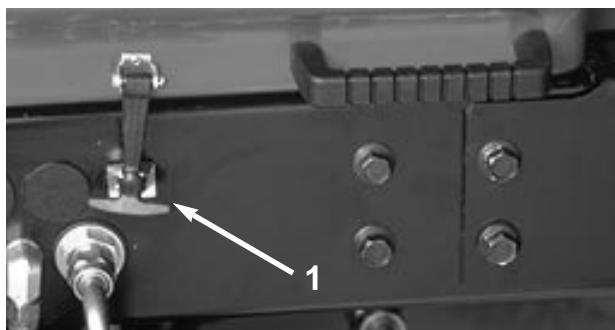

図 12
1. 平坦な場所に駐車し、ラッチを外し、フードを開ける（図12）。